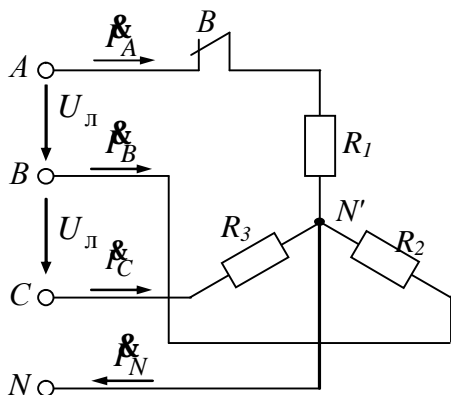

Рис. 4.12
**4.5.** Для трифазного електричного кола (рис. 4.12) визначити струм  $I_N$  у нейтральному проводі при розімкненому вимикачі В. Лінійна симетрична напруга живильної мережі 220 В, опір резисторів  $R_1 = R_2 = R_3 = 10$  Ом.
Напругу при зміщенні нейтральної точки  $N'$  знаходять з векторної діаграми (рис. 4.12, б):  $U'_{NN'} = U_b / 2 = 127 / 2 = 63,5 \text{ В}$ .
Показ вольтметра при замкненому вимикачі знаходять з векторної діаграми (рис. 4.12, б):  $U'_A = U_A + U'_{NN'} = 127 + 63,5 = 190,5 \text{ В}$ .